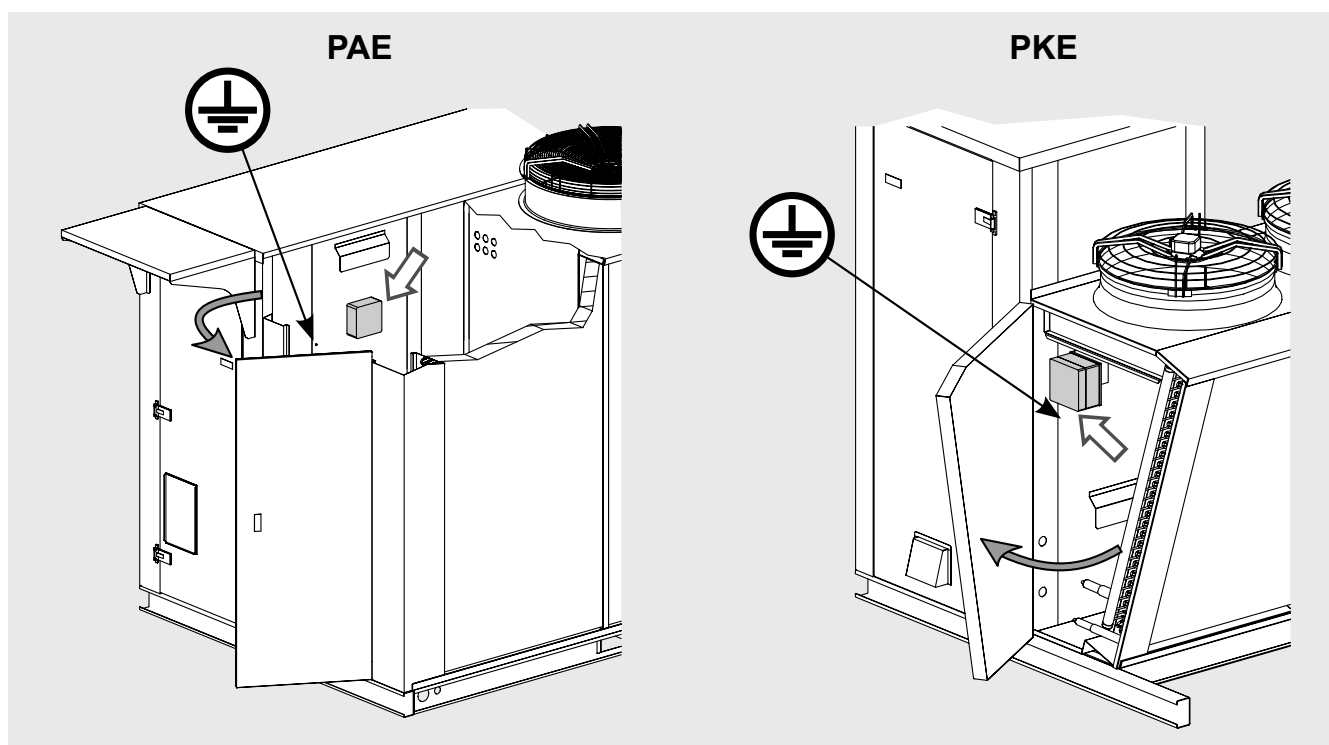

Figura 17
- 8.9 Per ridurre al minimo il rischio dovuto a contatti indiretti, l'impianto elettrico è collegabile a terra mediante il relativo perno (v. "Figura 17").